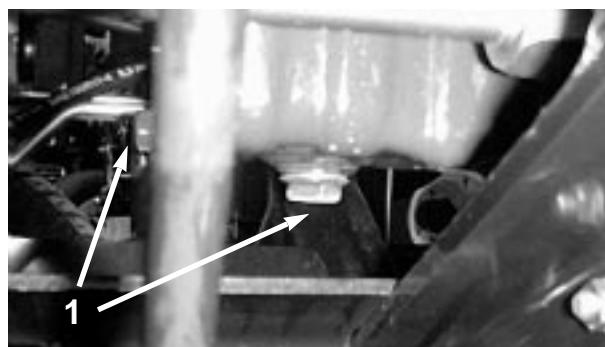

図 47
1. ドレンプラグ(図47)を取り、ドレンパンに廃油を受け、完全に抜けたらプラグを元通りに取り付ける